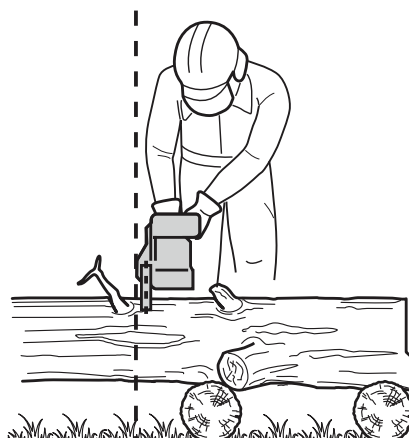

Fig. 27
- > Adote sempre uma postura segura durante a utilização do produto. Segure o produto do lado direito do seu corpo (Fig. 27).